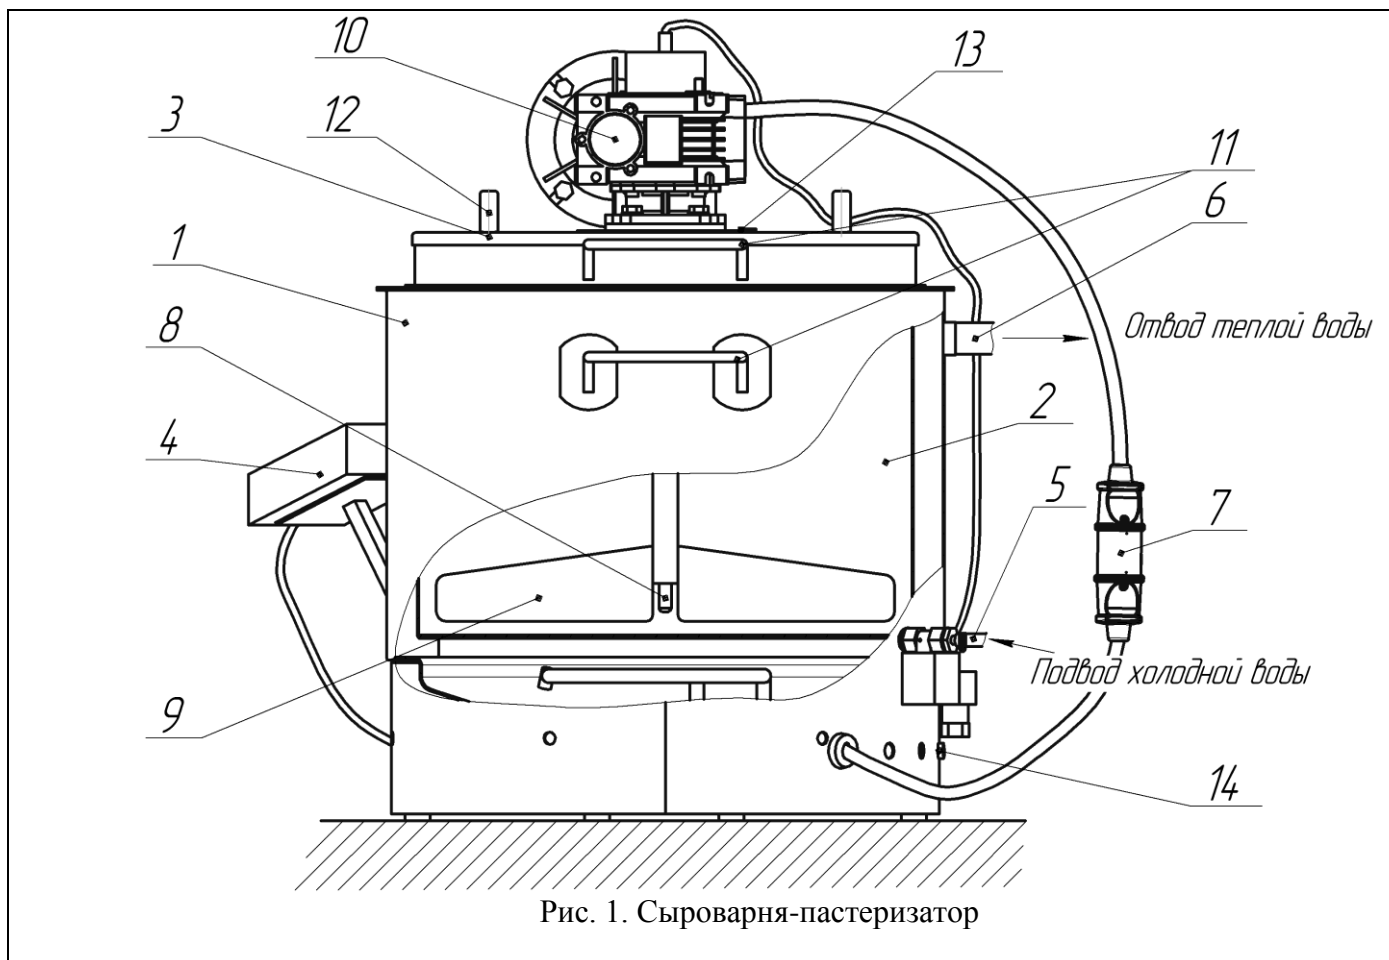
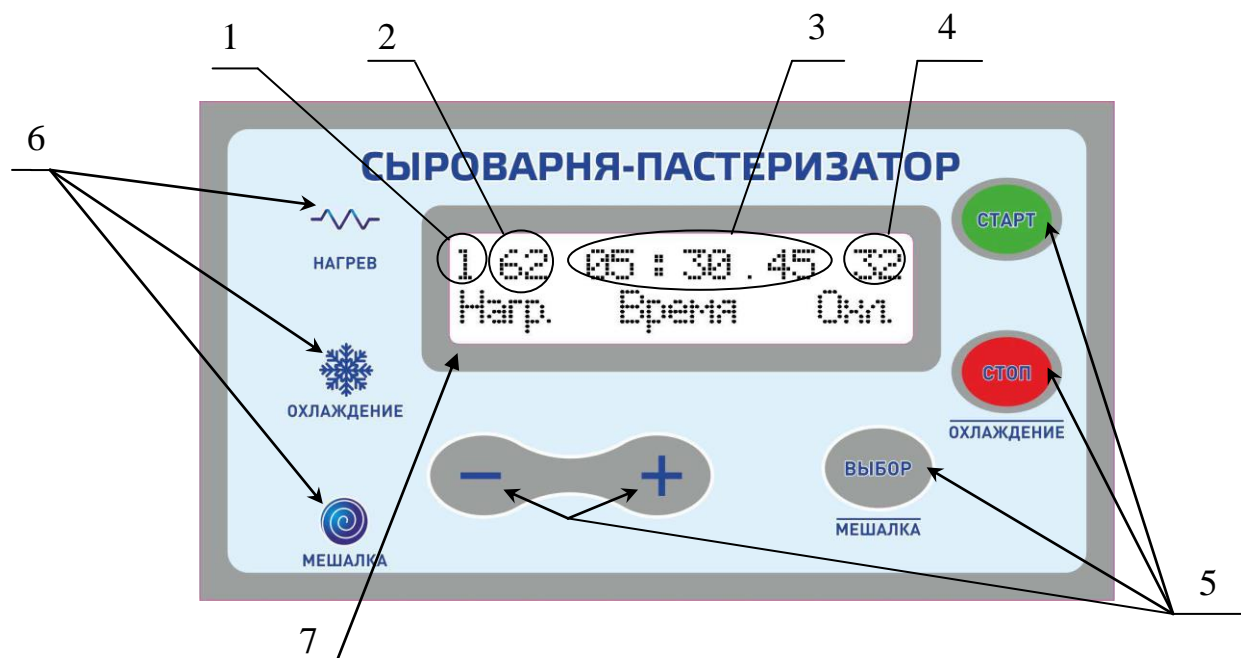

Рис. 1. Сыроварня-пастеризатор
Рис. 2. Лицевая панель ЭБУ
5.1 ЭБУ (рис. 2) предназначен для автоматизации процесса приготовления продуктов в сыроварне-пастеризаторе.
5.3 Кнопки управления (поз.5 рис.2):
5.4 Органы индикации единичные индикаторы поз. 6 (рис. 2) и жидкокристаллический дисплей
поз. 7 (рис. 2):
1) Вся информация отображается на жидкокристаллическом дисплее поз.7 (рис. 2).
2) Единичные индикаторы (поз.6 рис.2):
6.2 Установить сыроварню-пастеризатор на устойчивую ровную горизонтальную опору (рис.1).
6.3 Закрепить ЭБУ 4 (рис.1) на корпусе 1 (рис.1) сыроварни-пастеризатора и соединить разъем на ЭБУ с ответной частью разъема на корпусе.
6.4 Надеть конец шланга для подачи холодной воды на штуцер 5 (рис.1), второй конец шланга подключить к сети водоснабжения и закрепить шланг хомутами. Надеть сливной шланг на штуцер 6 (рис.1) и закрепить хомутом, **установить его таким образом, чтобы свободный конец сливного шланга был на 40 см ниже сливного штуцера, сливной шланг не должен содержать изгибов и витков. Запрещено перекрывать верхний сливной штуцер и сливной шланг!**
6.6 В зависимости от выбранной рецептуры залить необходимое количество молока во внутреннюю емкость 2 (рис.1), но не более чем 35л, при максимальном наполнении уровень молока должен быть на 3см ниже верхней кромки внутренней емкости. При необходимости использования в работе мешалки или лиры на вал мотора-редуктора 10 (рис. 1), закрепленного на крышке, устанавливается либо мешалка, либо лира.
6.7 Закрыть внутреннюю емкость 2 (рис.1) крышкой 3 (рис.1).
6.8 Подключить питание мотора-редуктора 10 (рис.1) к выносной розетке на корпусе сыроварни-пастеризатора 7 (рис.1).
6.9 Установить датчик температуры 8 (рис.1) в полый вал мотора-редуктора 10 (рис.1).
6.11 **Перед тем как приступить к работе, необходимо заполнить водой внешнюю емкость 1 (рис. 1) (создав таким образом «водяную рубашку») до момента перелива воды через сливной шланг!** Для этого нужно нажать и удерживать кнопку «СТОП/ОХЛАЖДЕНИЕ» (5 рис. 2) пока не загорится индикатор «ОХЛАЖДЕНИЕ» 6 (рис. 2). Когда из сливного шланга польется вода кратковременно нажать кнопку «СТОП/ОХЛАЖДЕНИЕ», индикатор «ОХЛАЖДЕНИЕ» погаснет.
6.12 На дисплее ЭБУ поз. 7 (рис. 2) выводится меню задания режимов работы. **Меню содержит пять режимов, каждый режим состоит из задаваемых трех параметров: температуры нагрева, времени выдержки и температуры охлаждения.** При работе сыроварни-пастеризатора можно использовать как один режим, так и несколько (максимум 5 режимов), для приготовления нужного продукта.
– выбираем режим номер «1», для этого кнопкой «ВЫБОР» помещаем курсор в поз. 1 (рис. 2) и кнопками «-» и «+» устанавливаем значение «1» (изменяемое значение подсвечивается курсором);
– нажатием кнопки «ВЫБОР» переходим к выбору температуры нагрева поз. 2 рис. 2 (изме-
- кнопками «←» и «+» выставляем температуру нагрева поз.2 (рис. 2);
- нажатием кнопки «ВЫБОР» переходим к выбору времени выдержки поз. 3 (рис. 2) заданной температуры (переход между часами, минутами и секундами производится также, кнопкой «ВЫБОР» (изменяемое значение подсвечивается курсором);
- нажатием кнопки «ВЫБОР» переходим к выбору температуры охлаждения поз. 4 (рис. 2);
- кнопками «←» или «+» выставляем температуру охлаждения поз. 4 (рис. 2) (изменяемое значение подсвечивается курсором).
6.13 Для запуска режима работы «1» переводим курсор в положение выбора номера режима поз. 1 рис. 2.
- засветится индикатор «НАГРЕВ» поз. 6 (рис. 2);
- по истечении времени выдержки, сыроварня-пастеризатор перейдет в режим охлаждения, откроется клапан подачи воды в водяную рубашку, засветится индикатор «ОХЛАЖДЕНИЕ» поз. 6 (рис. 2);
Категорически запрещается открывать крышку с включенной мешалкой/лирой! Смену мешалки на лиру необходимо производить при отключенном питании мотора-редуктора мешалки от сыроварни поз.7 (рис.1)!
7.1 Для однократного нагрева без выдержки по времени и охлаждения необходимо: перевести курсор к выбору температуры нагрева поз. 2 рис. 2, кнопками «←» или «+» выставить требуемую температуру и не перемещая курсор нажать кнопку «СТАРТ» (3-4 сек). Прозвучит звуковой сигнал и начнется нагрев, по достижении установленной температуры прозвучит звуковой сигнал, нагрев прекратится.
7.2 Для однократного охлаждения необходимо: перевести курсор к выбору температуры охлаждения поз. 4 рис. 2, кнопками «←» или «+» выставить требуемую температуру и не переме-
7.3 Для выдержки заданное время без поддержания температуры (таймер): перевести курсор к выбору времени поз. 3 рис. 2, кнопками «←» или «+» выставить время и не перемещая курсор нажать кнопку «СТАРТ» (3-4 сек). Прозвучит звуковой сигнал и начнется обратный отсчет, по достижении нулевых значений прозвучит звуковой сигнал.